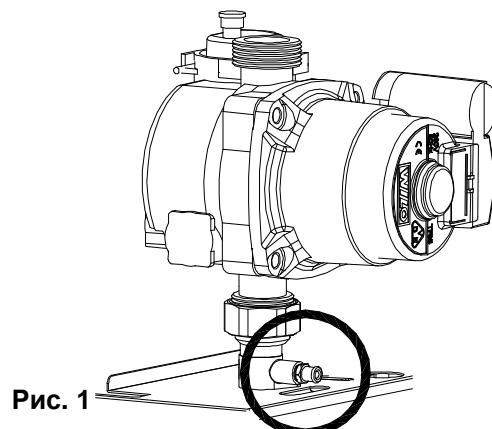

Рис. 1
- Открутите фиксирующие винты (см. рис. 1).
- Снимите переднюю панель (рис. 1).
- Откройте сливной кран системы (см. рис. 1).
- **Если слив необходим только для котла, закройте подающие/обратные запорные краны в контуре отопления и откройте сливной кран, расположенный в нижней части котла на насосе (см. рис. 1).**